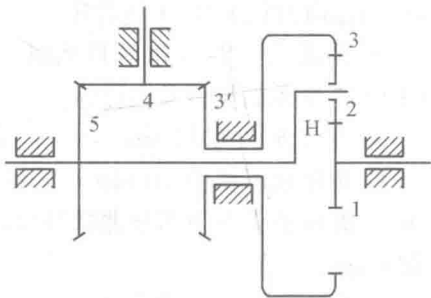

图 3
3. (9 分) 已知图 3 所示轮系中各轮的齿数分别为 $z_1 = 22$ 、 $z_3 = 88$ 、 $z_3' = z_5$, 计算传动比 i_{15} 。